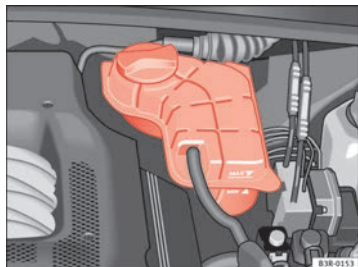

Fig. 168 Compartimento del motor: Depósito del líquido refrigerante
- Verifique el nivel del líquido refrigerante en el depósito de expansión del líquido refrigerante ⇒ **fig. 168**. Estando el motor frío, el nivel debe estar entre las marcas “min” y “max”. Con el motor caliente, el nivel también puede estar un poco por encima de la marca “max”.
- Ponga un paño sobre el tapón del depósito de expansión del líquido refrigerante ⇒ **fig. 168** y desenrózuelo **con cuidado** girando hacia la izquierda ⇒ .